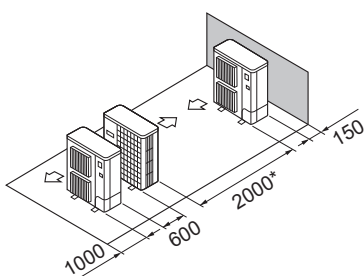

Fig. 2-13
- ⑤ Бір параллельді блокты орналастыру (Fig. 2-13)